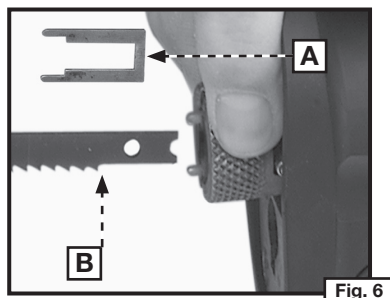

Fig. 6
1. Enfilez à fond l'adaptateur pour lame de scie sauteuse (A) Fig. 6 dans la bride. Enfoncez la lame de scie sauteuse (B) dans l'adaptateur de lame (A). Laissez la virole de blocage tourner en sens horaire pour verrouiller la lame en place comme indiqué en (A) Fig. 6.